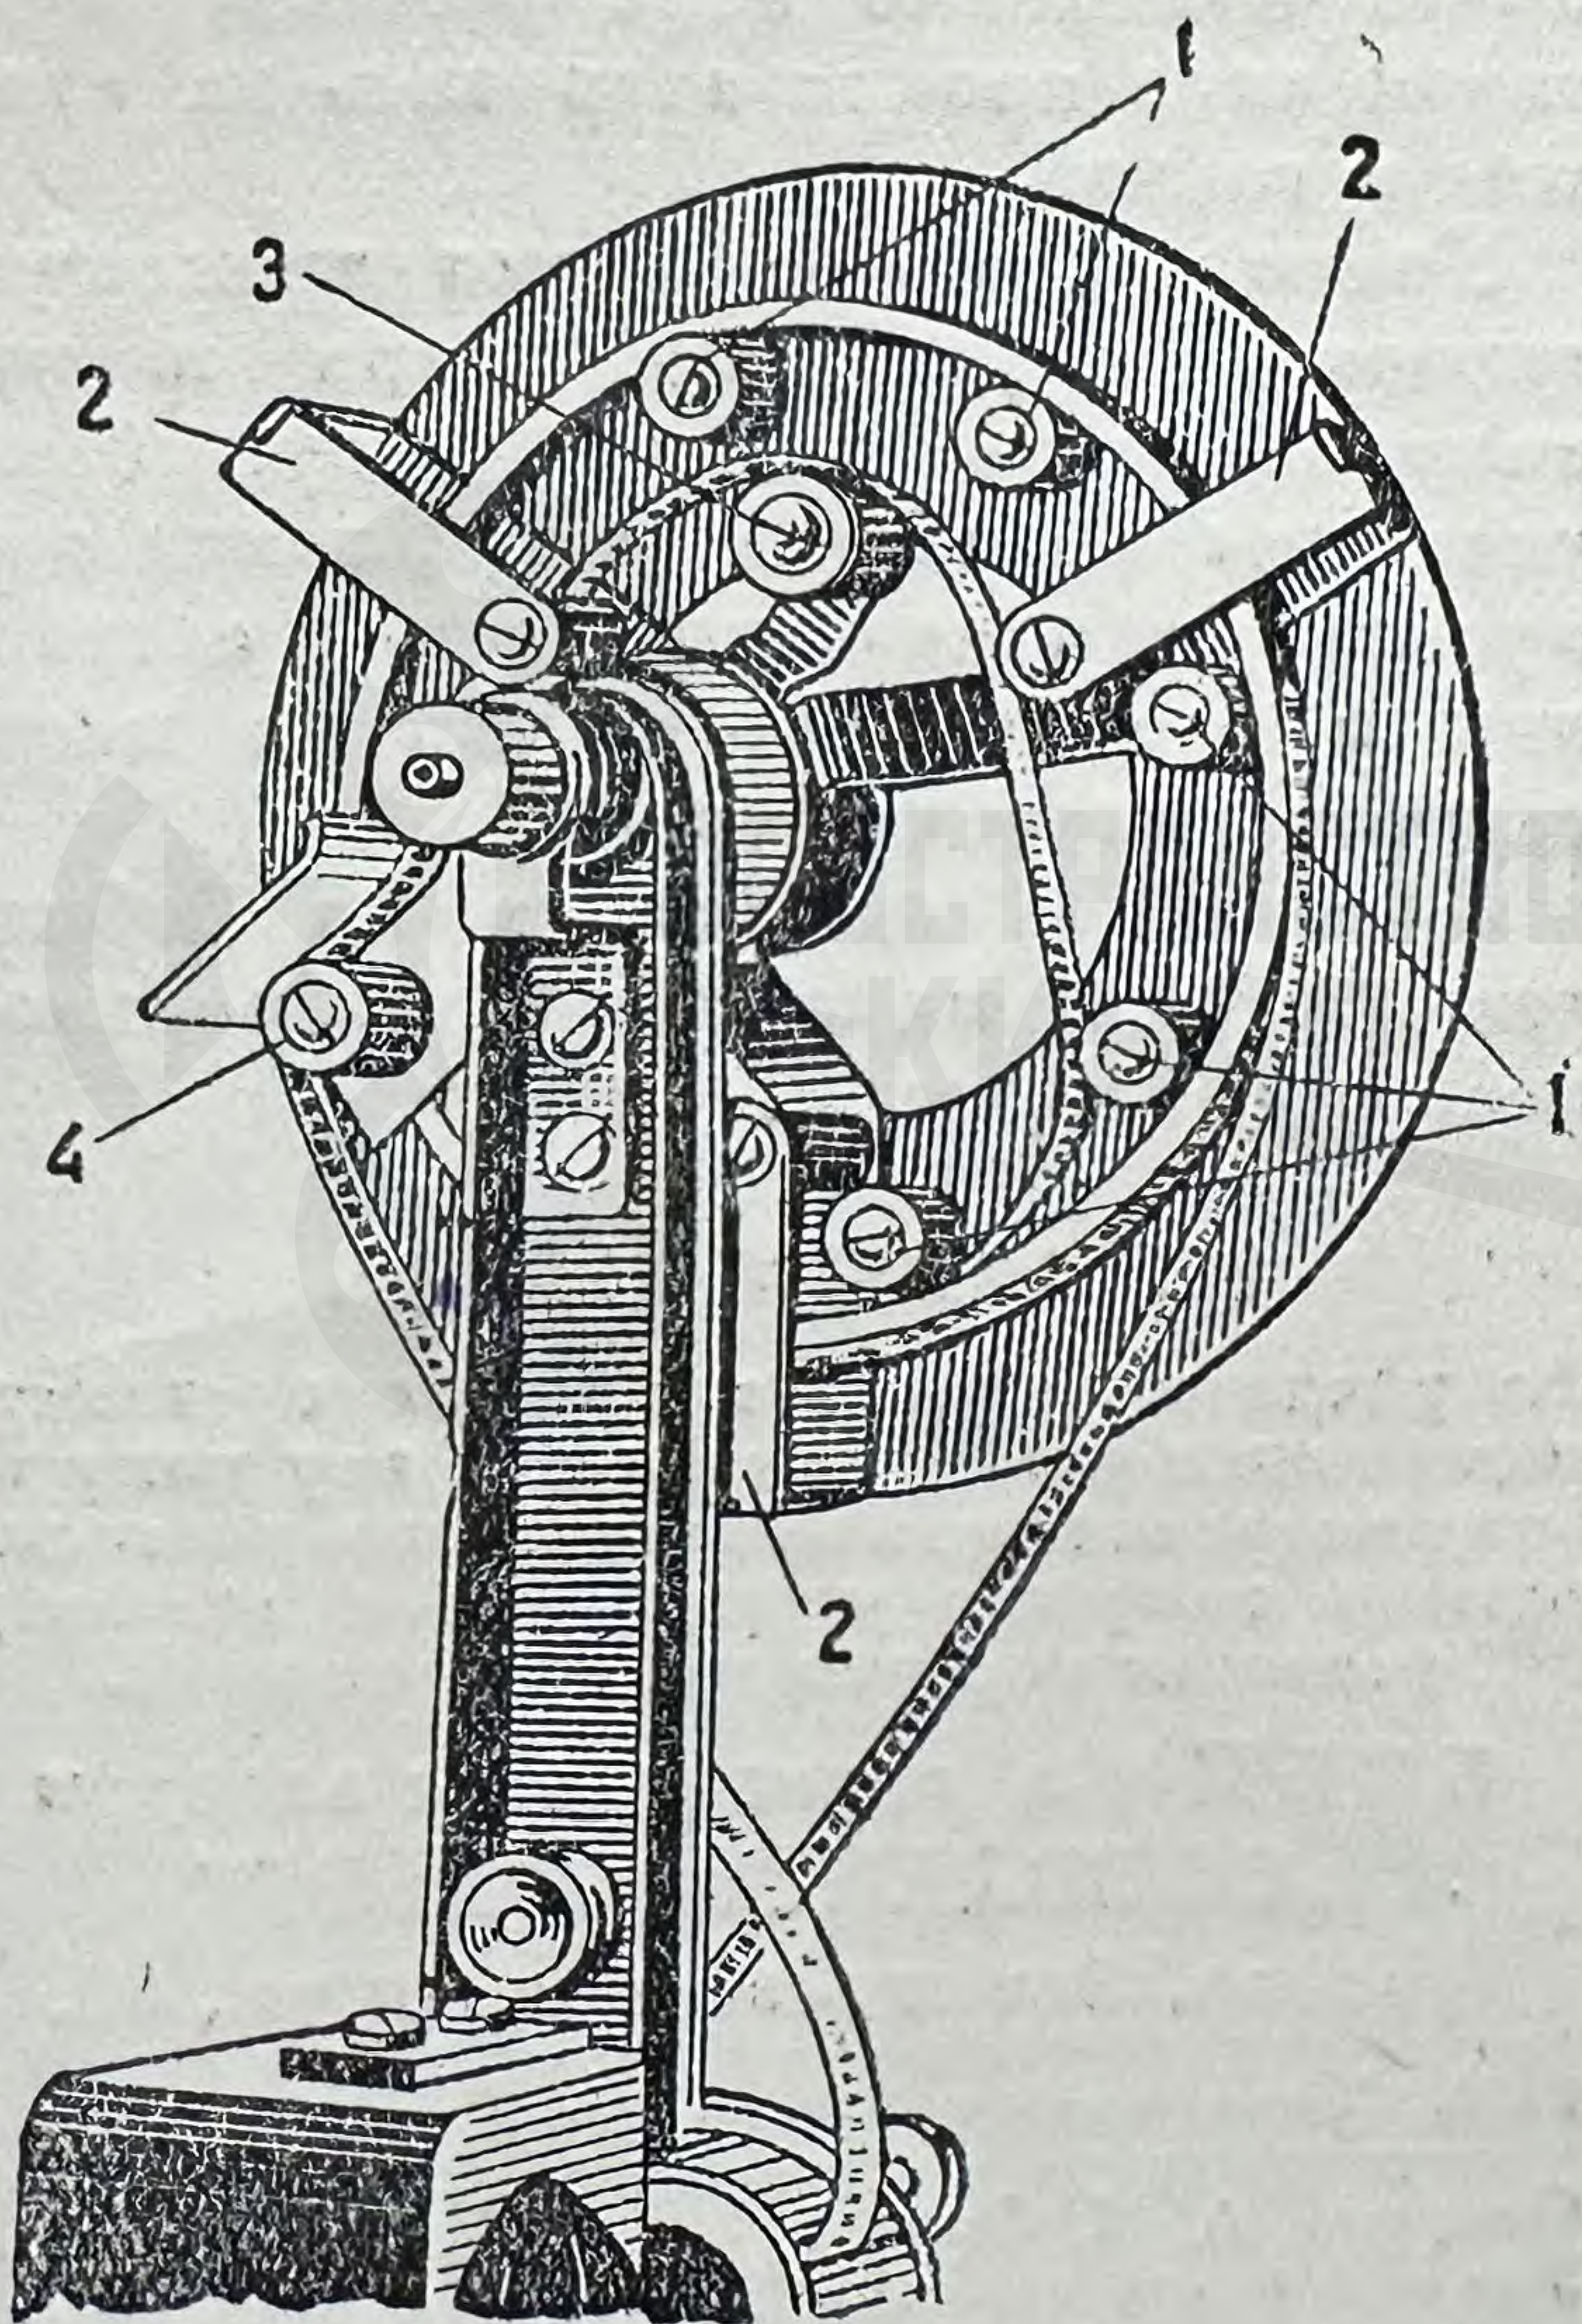

Рис. 2.
Правильное положение на бобине кольцовки и направляющих роликов показано на рис. 2.
Кинофильм свертывают в рулон такого внутреннего диаметра, чтобы его можно было свободно надеть на ведущие ролики (1) бобины; затем открывают защелки (2), закладывают фильм в бобину и, чтобы он не свалился, защелки закрывают (рис. 2).